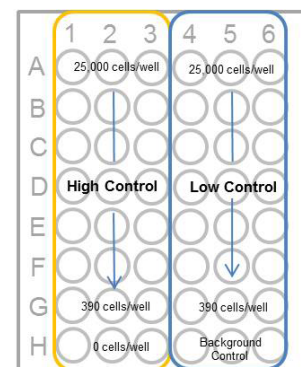

図 2 予備実験の配置例
- 3) マルチチャンネルピペットを用いて 2 倍希釈系列を調製する。高コントロール、低コントロール及びバックグランドコントロール (培地のみ) を各々 3 ウェルずつ準備する (図 2)。
- 3) マルチチャンネルピペットを用いて 2 倍希釈系列を調製する。高コントロール、低コントロール及びバックグラウンドコントロール (培地のみ) を各々 3 ウェルずつ準備する (図 2)。